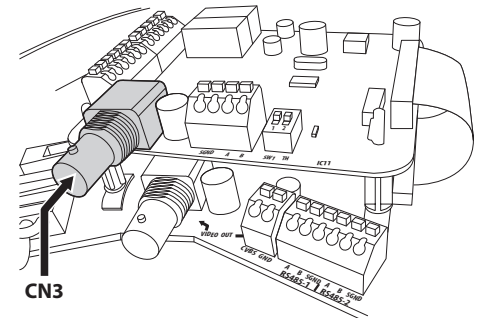

Fig. 14
- **Sekundärvideo:** Der zweite Videoausgang (Steckverbinder CN3, Fig. 14, Seite 15) ermöglicht es, das Videosignal der Wärmebildkamera oder des integrierten Moduls zu wählen ("10.11 Umschaltung des sekundären Videoausgangs", Seite 45). Standardmäßig wird das von der Wärmebildkamera stammende Videosignal angezeigt.
- **Sekundärvideo:** Das sekundäre Videosignal (Steckverbinder CN3, Fig. 14, Seite 15) wird nicht benutzt.